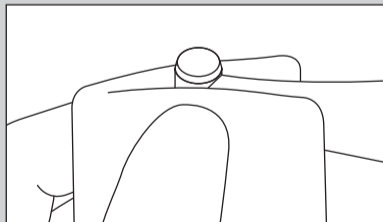
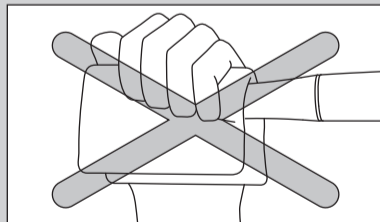

図8
図9
- ・ハンドピース内の余分なオイルを排出するために空運転する場合は、バーを取り外したまま15秒ほど空運転してください。その際、オイル飛散を防ぐため、ヘッドに布等をあてがう場合は、図8のようにあてがい、プッシュボタンを押さないように注意してください(図9)。バーが取り付けられなくなるなどの故障の恐れがあります。